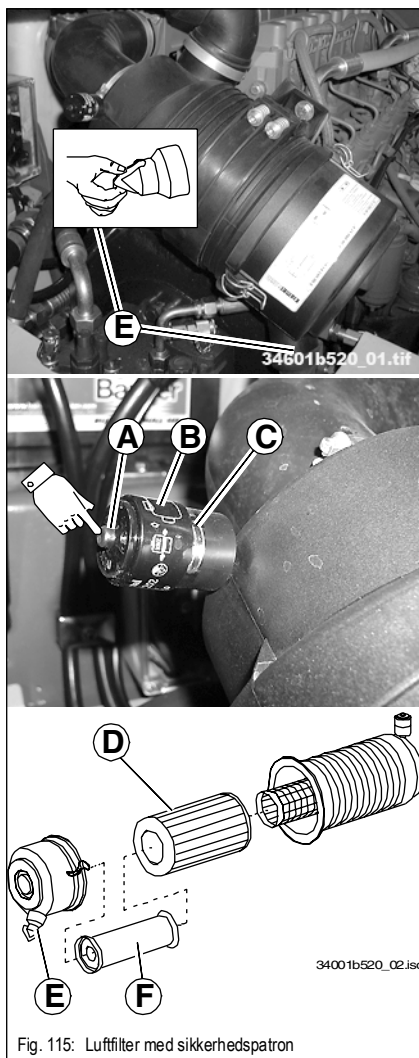

Fig. 115: Luftfilter med sikkerhedspatron
- Efter hvert tredje filterskift tages sikkerhedspatronen fig. 115/F endvidere forsigtigt af med lette drejebewægelser
- ☞ Rengør støvtømningsventilen fig. 115/E